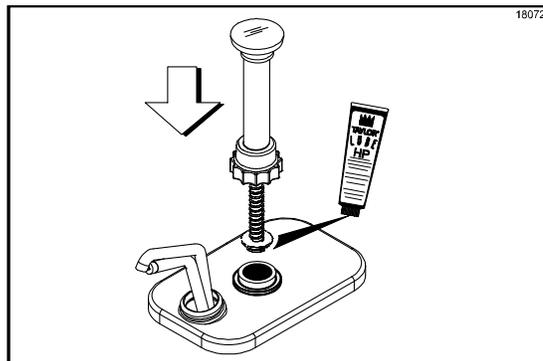

Figura 95
- Lubrique el conjunto del sello e instale el conjunto del émbolo en la abertura del cilindro del cuerpo de la bomba. (Vea la figura 95).